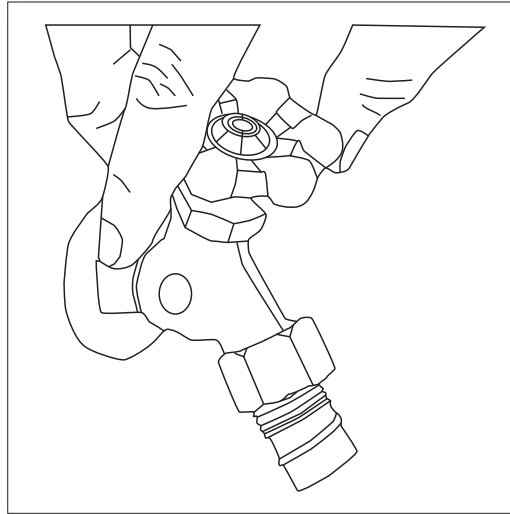

Fig. 17
***!Encienda el suministro de agua en el grifo.* (Fig. 17)**